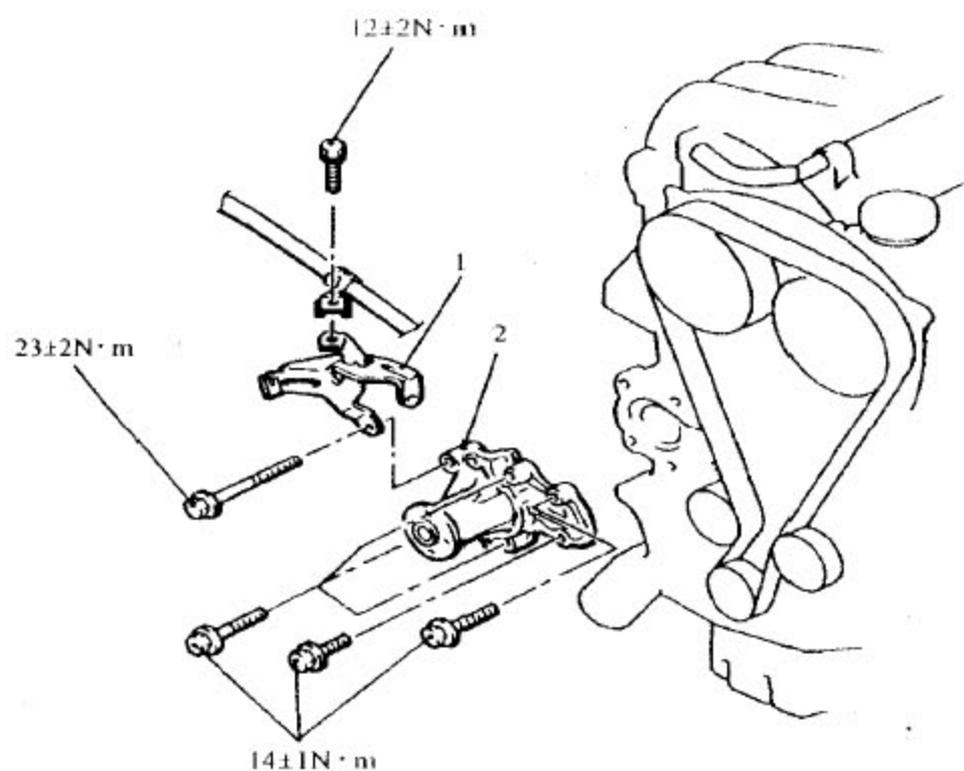

图 8-6
拆卸步骤见图 8-6
B). 使用指定的密封剂按图 8-6 所示位置均匀涂上, 不必要的地方不要沾上密封剂, 密封剂: LT5699。